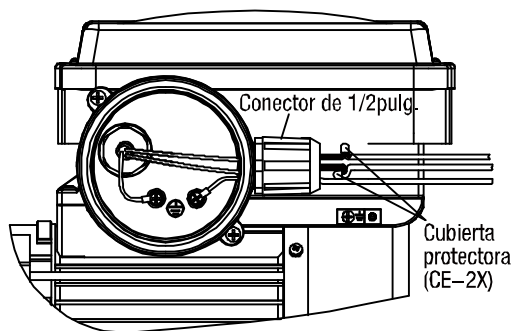

FIGURA 3
- Instale el conector de 1/2" en la caja de terminales. Instale el cable de puesta a tierra en la varilla de tierra con alicates de engarce multifunción para conectar dos cables con dos tapas de cables. (FIGURA 3)